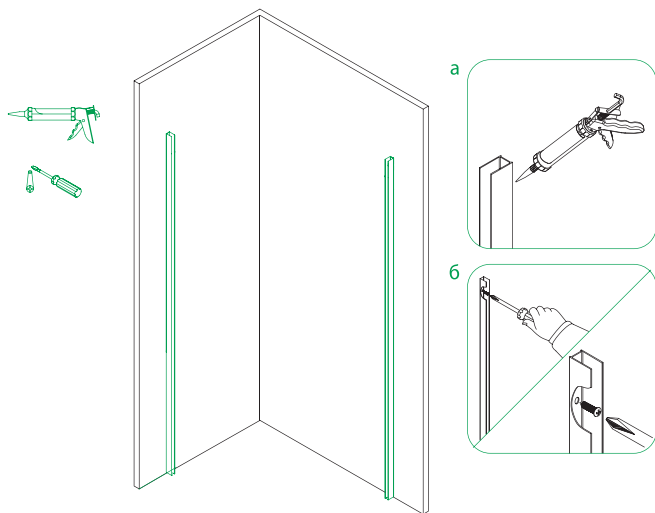

Рис. 8/8-сур.
4. Приложите пристенные профили, предварительно обработанные санитарным силиконовым герметиком со стороны стены (для полной герметизации, рис. 8-а), и зафиксируйте их с помощью шурупов, как показано на рисунке рис. 8-б.